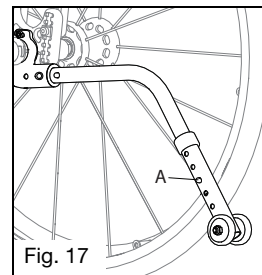

Fig. 17
Cómo ajustar la altura de la extensión de la rueda (Fig. 17)
1. Presione el pasador de liberación de la rueda antivuelco para que el pasador de liberación (Fig. 17:A) quede adentro.